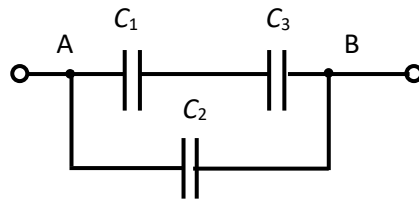

Рис. 1.1
1. Данная цепь (рис. 1.1) содержит две ветви. К узлам А и В подключены ветвь с конденсаторами  $C_1$  и  $C_3$  и ветвь с конденсатором  $C_2$ . Конденсаторы  $C_1$  и  $C_3$  соединены последовательно, поэтому их эквивалентная ёмкость  $C_{1,3}$  определим по следующей формуле: